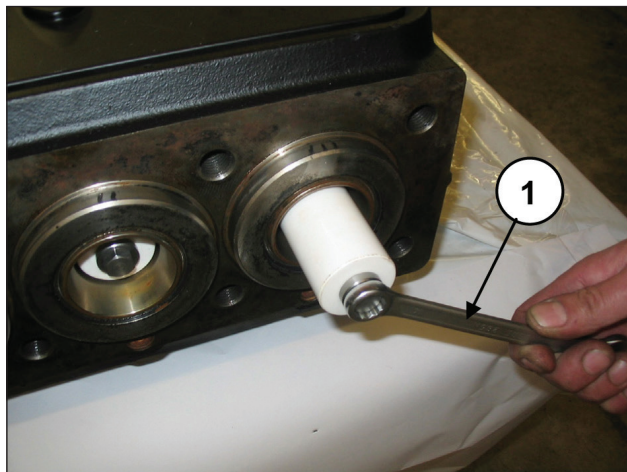

Fig. 156
Provvedere allo smontaggio dei pistoni svitando le viti di fissaggio (pos. ①, Fig. 156).